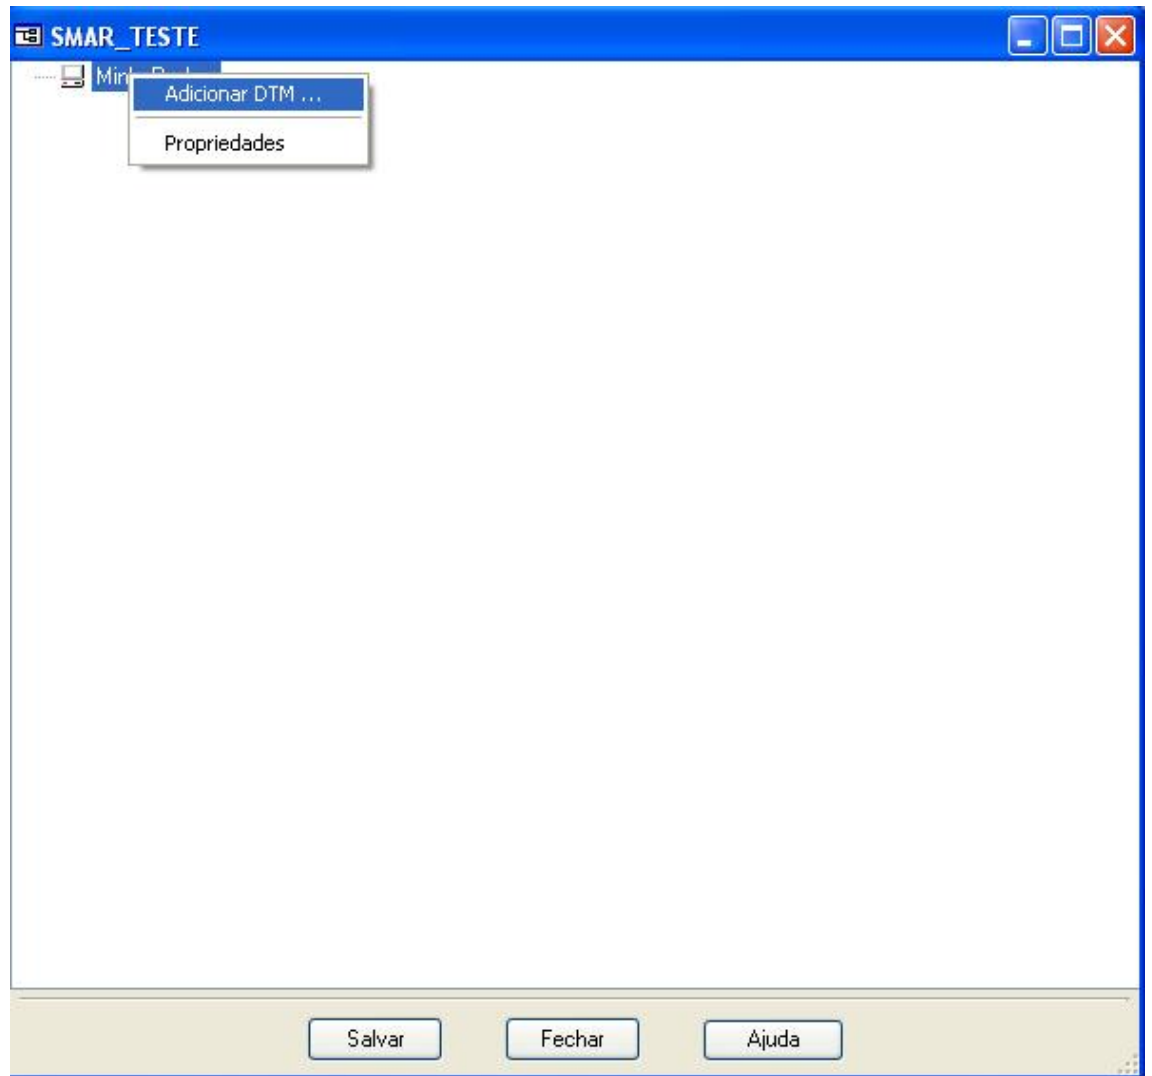

Figura 2.5 – Configuración del AssetView STANDALONE
4) En seguida, es necesario elegir el interfaz PBI-PLUS como herramienta de comunicación entre el AssetView y el equipo. Haga clic con el botón derecho en la opción "MinhaRede – Adicionar D T M..." según la Figura 2.5.